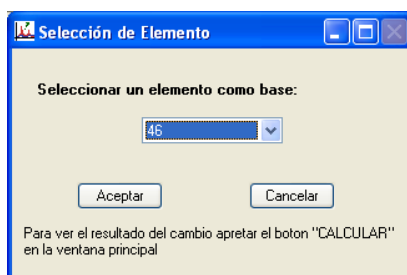

Figura 5: Ventana de selección de elemento para normalización
- El *elemento químico* se selecciona pinchando sobre el botón **Elemento** y seleccionar el número atómico en el desplegado (figura 5)